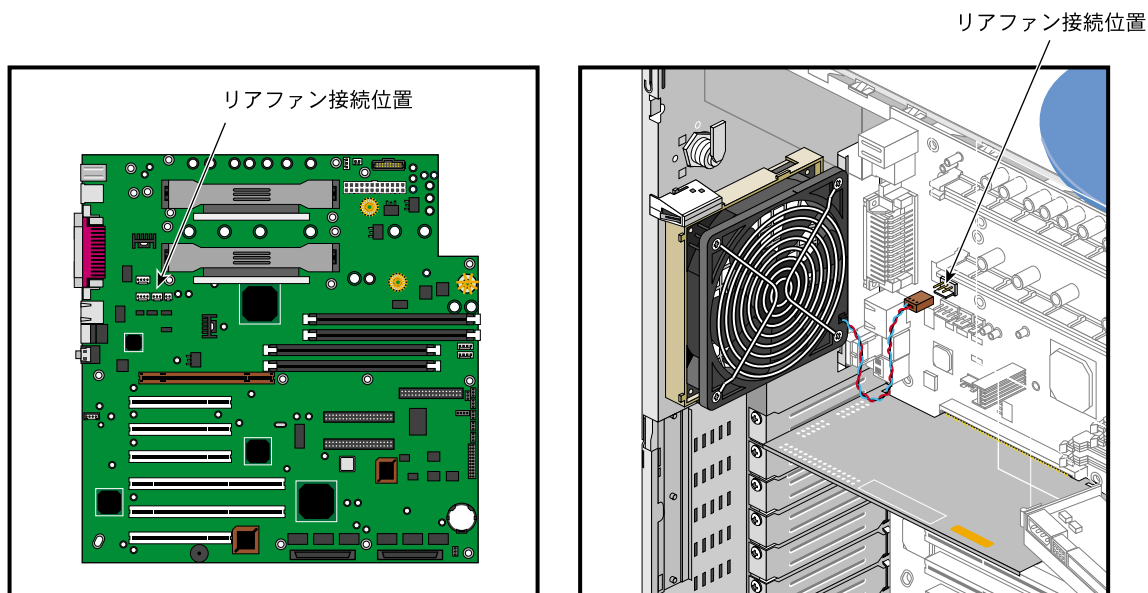

図 2-17 リアファンケーブルの接続
3. システムボードからファンケーブルを外します。ファンケーブルの接続位置については、40ページの図2-17を参照してください。
11. ファンケーブルを接続します。リアファンケーブルの接続位置については、図2-17を参照してください。